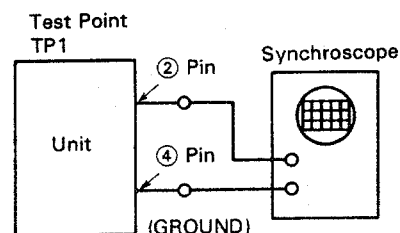

Figure 18-4
- a. Set up the disc holding arm and connect an oscilloscope as shown in Fig. 18-4. Then put the control microcomputer in TEST mode according to the instruction in "1. Before Adjustment."
- a. Den Haltebügel der CD-Platte in Position bringen und ein Oszilloskop anschließen, wie in Abb. 18-4 gezeigt. Den Mikrocomputer nun in die TEST-Betriebsart bringen, wie bereits im Abschnitt "1. Vor der Einstellung" beschrieben.
- a. Mettre le bras de maintien de disque en place et recorder un oscilloscope de la manière indiquée à la Fig. 18-4.